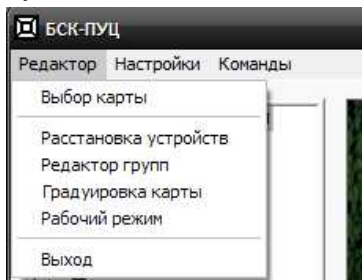

Рисунок 1.2 – Меню «Редактор»
1.3.3.1 Для открытия меню щелкнуть по кнопке «Редактор», отобразится меню, рисунок 1.2.